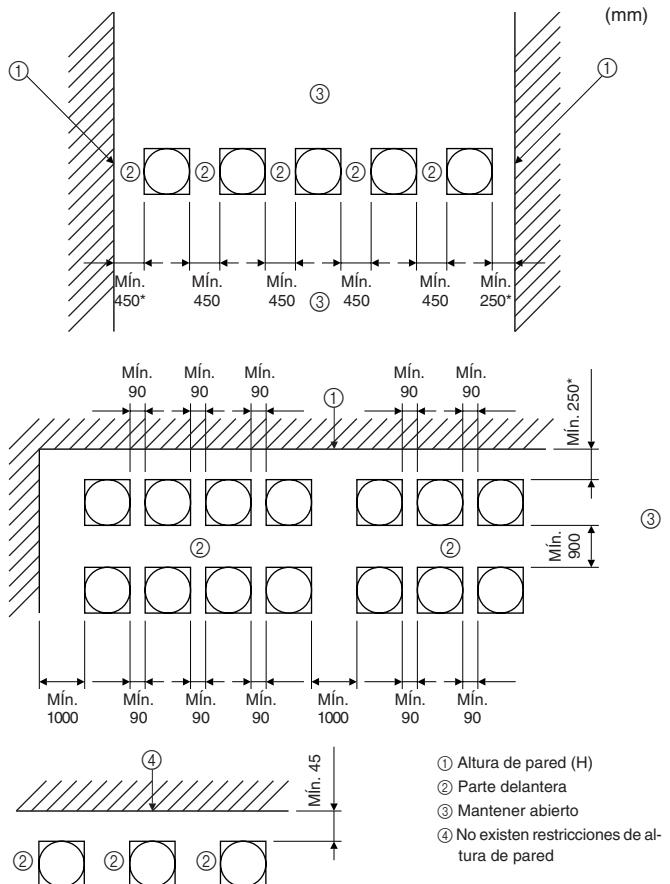

Fig. 2-8
2.4.2. Cuando instale varias unidades exteriores (Fig. 2-8)